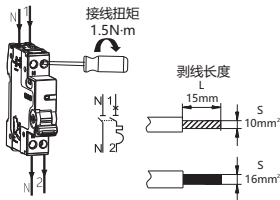

图5 NB5-40S接线方式
5.4 适用于铜导线连接，导线选择见表2，接线方式及剥线长度示意图如下图5